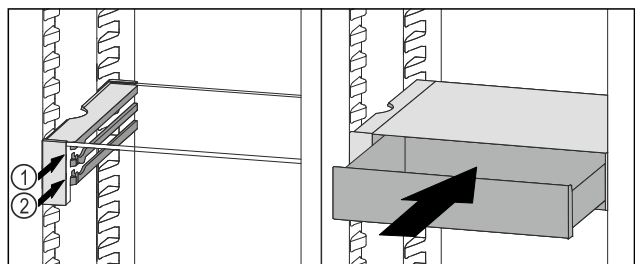

Fig. 157
- Placer le tiroir VarioSafe derrière les butées sur la nervure désirée Fig. 157 (1) ou Fig. 157 (2).